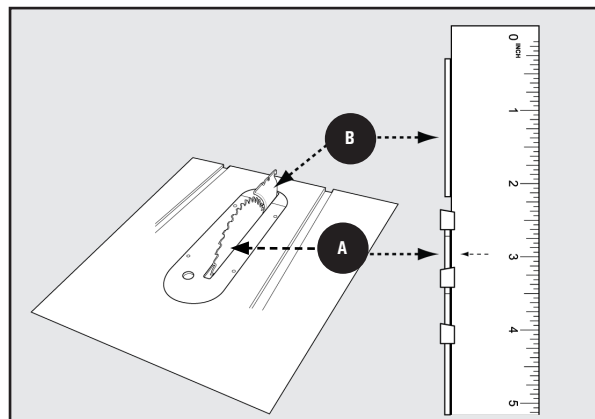

Figura 39
- 1. Alineación horizontal:** Coloque una regla en la mesa contra la parte frontal de la hoja **A** y asegúrese de que se extienda a lo largo del separador **B** como se muestra en la **B** Figura 39. El separador **DEBE** tocar ligeramente la regla. Asegúrese de que la regla se acomode entre los dientes y descance sobre la parte frontal de la hoja y el separador.